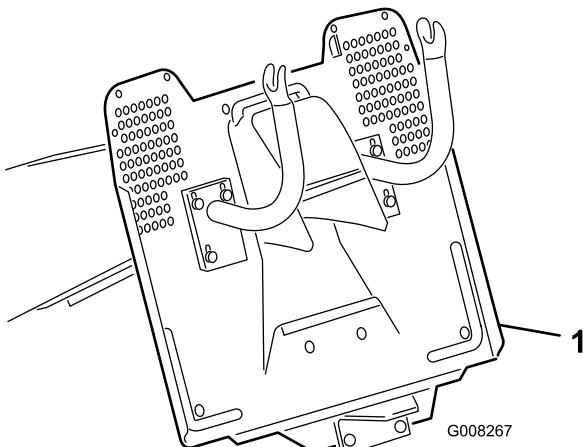

Figure 18
2. Attelez l'accessoire au crochet de remorquage situé sur la partie inférieure arrière de la machine (Figure 18).